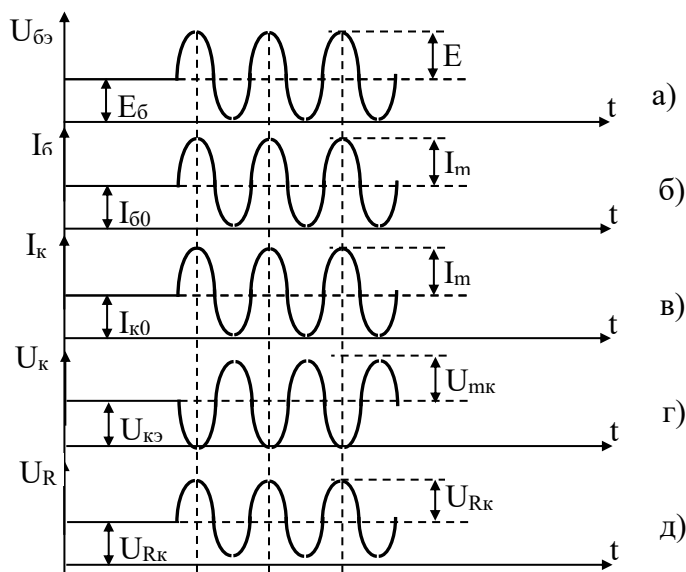

Рис. 3. Токи и напряжения в усилительном каскаде.
Если теперь во входной цепи схемы с ОЭ включить источник переменного сигнала U_c (рис 1,б), то к постоянным составляющим токов и напряжений добавятся переменные составляющие, численные величины которых принято характеризовать их амплитудными значениями $I_{мк}$, $U_{мк}$, $I_{мб}$, $U_{мбэ}$. Тогда коллекторный ток будет суммой переменной составляющей $I_{мк}$ и постоянной, которая в отсутствии входного сигнала равна току покоя $I_{к0}$ (рис. 3). Напряжение на нагрузке транзистора тоже можно рассматривать как сумму постоянного и переменного напряжения $U_{Rк} = U_{Rк} + U_{Rк}$. Одновременно с изменением напряжения на нагрузке меняется и напряжение между коллектором и эмиттером транзистора, причём согласно уравнению (2) они изменяются в противофазе (рис. 3, г, д).
Для нормальной работы транзистора необходимо, чтобы между эмиттером и базой было постоянное напряжение в десятки доли вольта (напряжение смещения базы). Источник E_k в схеме с ОЭ, вообще говоря, позволяет получить некоторое смещение на базе транзистора: ток эмиттера, проходя через участок Э-Б, создаёт на нём небольшое падение напряжения, открывающее эмиттерный переход. Однако, оно оказывается недостаточным, и режим работы транзистора оказывается ненормальным: точка покоя O' при этом оказывается на нелинейном участке входной нагрузочной характеристики (рис. 3,а). Это может явиться причиной появления нелинейных искажений в выходном переменном сигнале. Чтобы такое не произошло, необходимо подать дополнительное напряжение на базу транзистора, обеспечив положение точки покоя на линейном участке входной нагрузочной характеристики (точка O).
Схема, приведённая на рис. 3,в называется схемой с эмиттерной температурной стабилизацией. В ней в качестве стабилизирующего элемента выступает резистор R_3 в цепи эмиттера транзистора. Падение напряжения на R_3 действует навстречу напряжению $U_{R_2} = I_{\delta\delta\epsilon} R_2$. Поэтому напряжение на базе транзистора в этой схеме будет равно разности напряжений